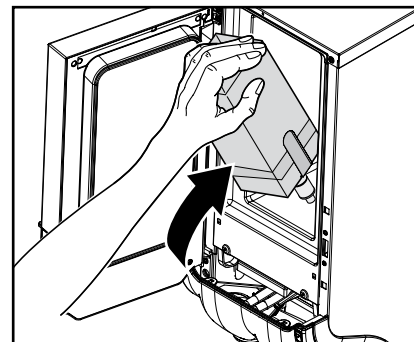

Fig. 20
7. Sett inn produktpakken (fig. 20).